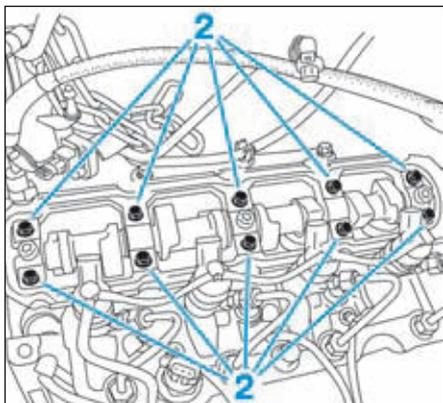

FIG.70
- les vis du carter chapeau de paliers d'arbre à cames (2) (Fig.70),